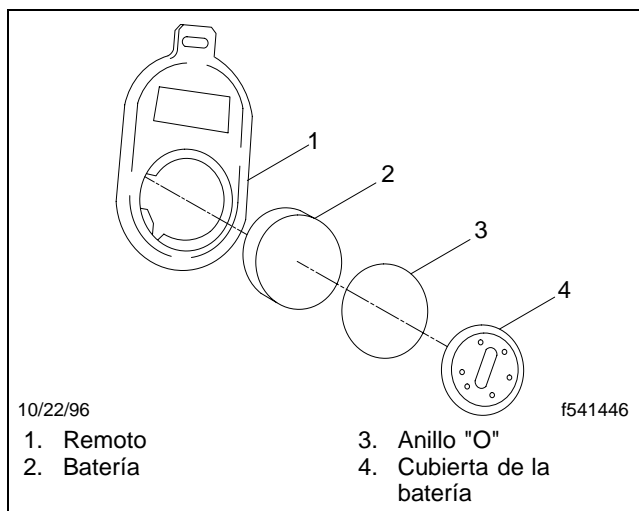

Figura 3.12, Batería del remoto
1. Abra la cubierta de la batería de la parte posterior del remoto con una moneda adecuada, o con otro trozo delgado de metal. Desenrosque la cubierta. Vea la **Figura 3.12**.